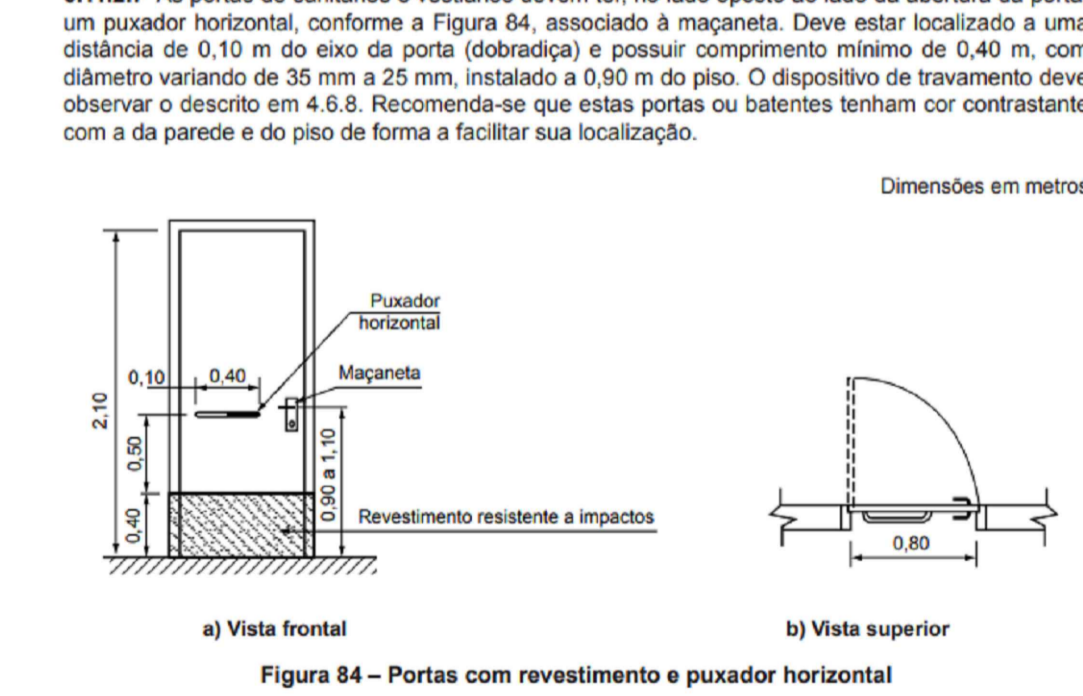

Figura 84 – Portas com revestimento e puxador horizontal
6.11.2.7 As portas de sanitários e vestiários devem ter, no lado oposto ao lado da abertura da porta, um puxador horizontal, conforme a Figura 84, associado à maçaneta. Deve estar localizado a uma distância de 0,10 m do eixo da porta (dobradiça) e possuir comprimento mínimo de 0,40 m, com diâmetro variando de 35 mm a 25 mm, instalado a 0,90 m do piso. O dispositivo de travamento deve observar o descrito em 4.8.8. Recomenda-se que estas portas ou batentes tenham cor contrastante com a da parede e do piso de forma a facilitar sua localização.